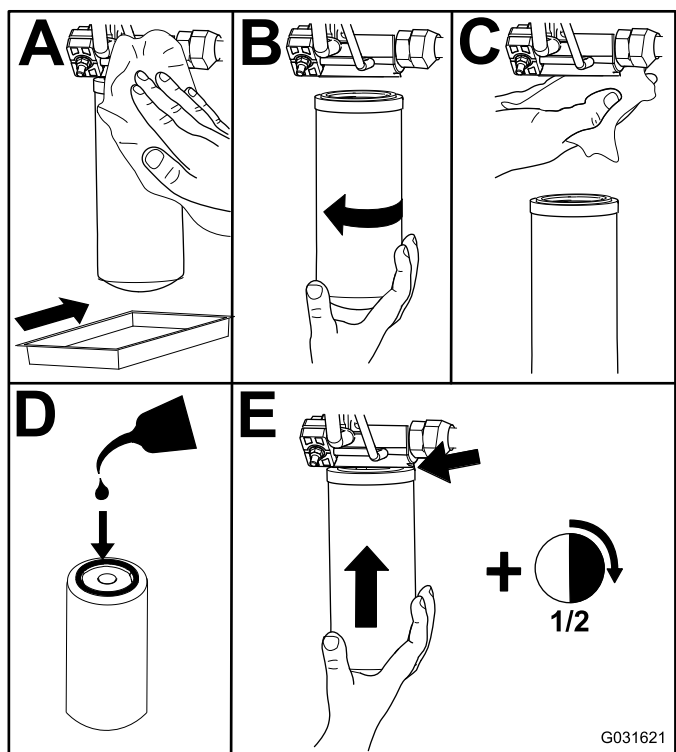

Figura 118
2. Sostituite i filtri idraulici (Figura 118).